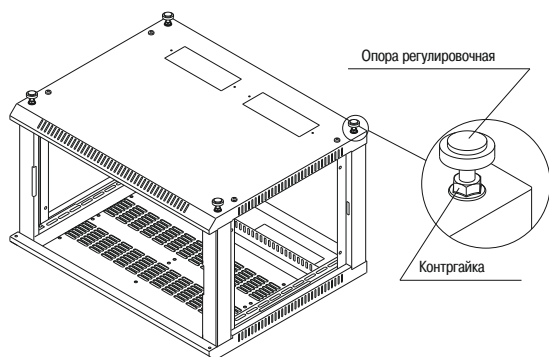

Рисунок 6
4.1.5 Если шкаф будет устанавливаться на горизонтальную поверхность, то вместо четырёх винтов М6×16 по углам дна вкрутите регулировочные опоры (рисунок 6) и зафиксируйте их контргайками.